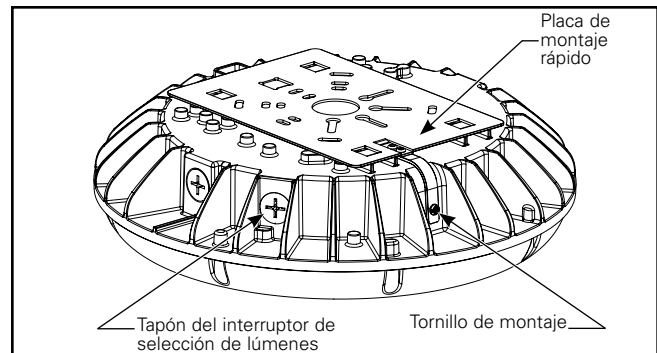

Figura 1.
1. Con un destornillador con cabeza Phillips, retire el tapón del interruptor de selección de lúmenes (Figura 1).
3. Con un destornillador de cabeza Phillips, vuelva a instalar el tapón del interruptor de selección de lúmenes que se retiró en el paso 1 (Figura 1). Ajuste a 10-13 pulg-lb (1,12-1,46 Nm).
1. Retire y conserve el tornillo de montaje que sujeta la placa de montaje rápido a la carcasa (Figura 1). Asegúrese de conservar este tornillo de montaje ya que será necesario más adelante para finalizar la instalación.
- 7. Sujete la instalación volviendo a instalar el tornillo de montaje que se retiró en el paso 1 (Figura 1). Ajuste a 5 pulg.-lb (0,56 Nm).